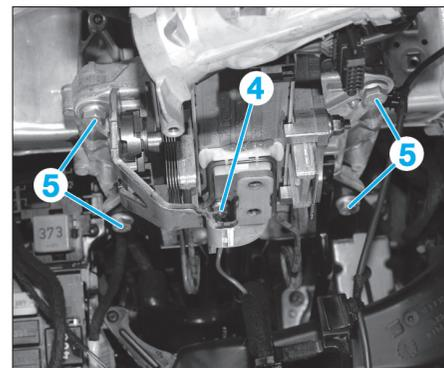

Fig. 6
- Débrancher le câble de masse (4) (Fig.6).
- Déposer les vis de fixation (5) de la colonne de direction.
- Serrer les vis (5) de la colonne de direction (Fig.6).
- Reposer le canal de câble (4) sous la colonne de direction. Les ergots doivent s'encliqueter des deux côtés dans le guide.